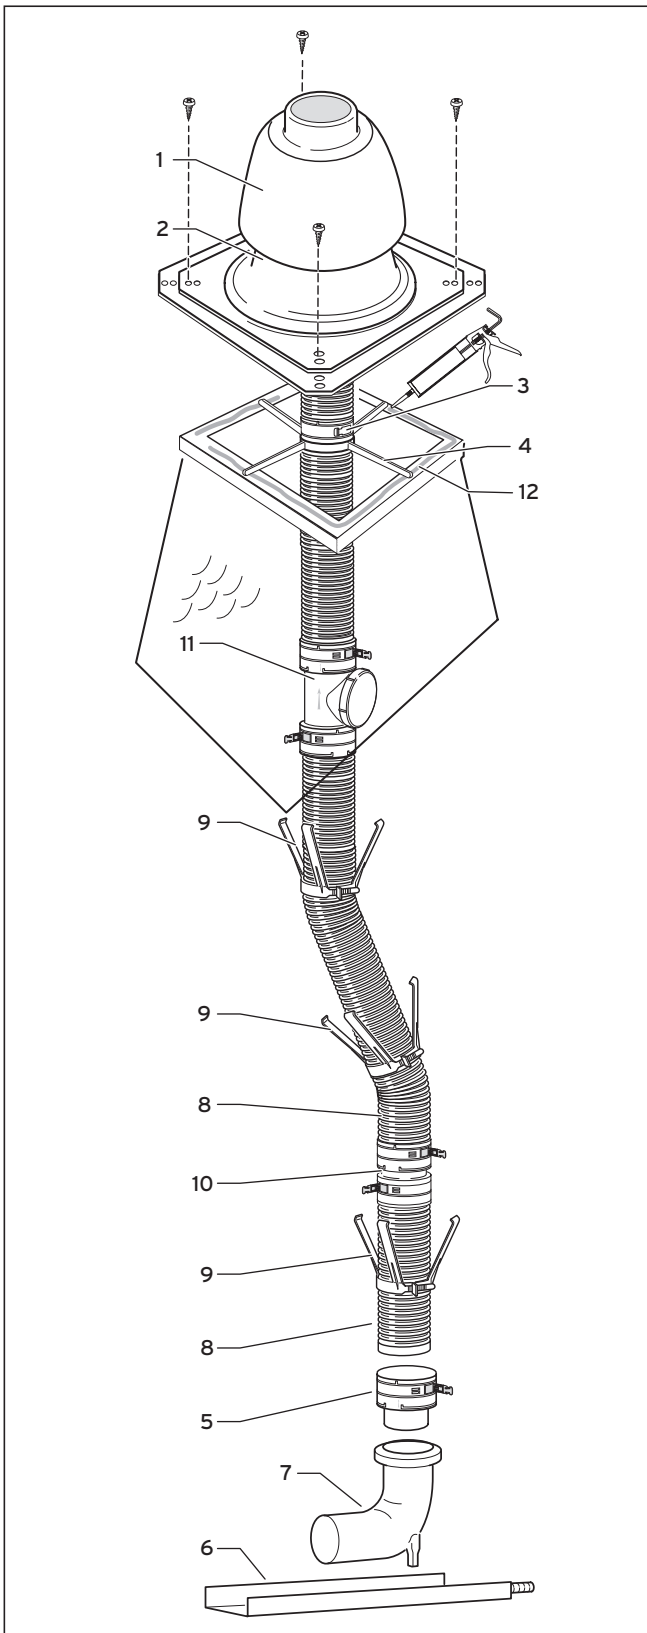

Fig. 4.37 Structure du système du conduit des fumées flexible
- Faites glisser l'extrémité inférieure du conduit des fumées (8) à fond dans l'élément d'insertion (5) et fixez-le avec les fermetures à cliquets.
- Montez les écarteurs (9, → Fig. 4.37) espacés de 2 m au maximum sur le conduit des fumées.
- Faites glisser la croix de montage (4) par le conduit des fumées (8), sur la paroi de la cheminée d'aération (→ Fig. 4.37).
- Faites glisser la virole de raccordement (3) par dessus le conduit des fumées (8) et fixez-la à l'aide des fermetures à cliquets en utilisant la croix de montage (4). Le conduit des fumées est suspendu dans la croix de montage.
- Rendez étanche le bord de la bouche de la cheminée (12) avec du silicone.
- Fixez la base du chapeau de la cheminée (2) au moyen de quatre vis.